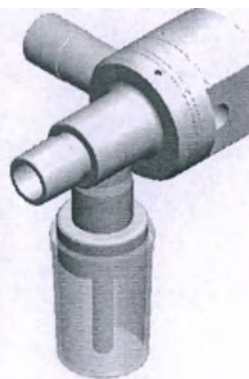

Рисунок 14-2
- б. Вытащите модуль выдоха (2 на рисунке 14-1, рисунок 14-2);